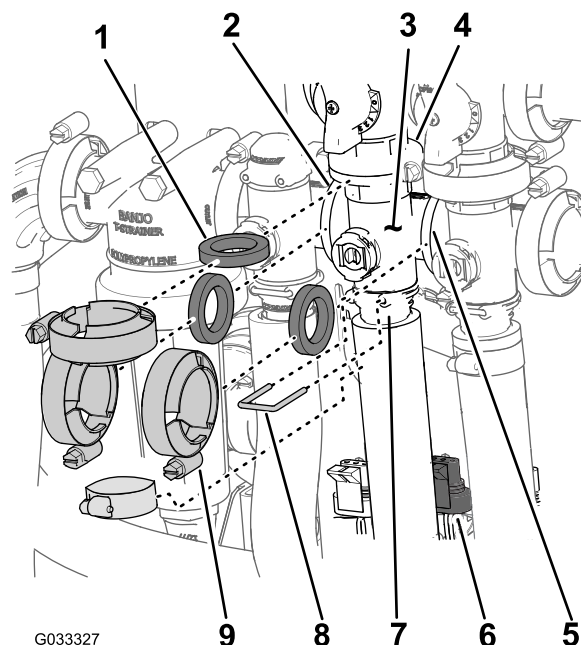

Figura 69
1. Scoateți clemele și garniturile care fixează colectorul pentru supapa de agitare (Figura 69) la supapa de bypass de agitare, supapa de control al ratei, supapa de seciune principală și fittingul adaptor (supapă de agitare-aceleraie).
2. Îndepărtați opritorul care fixează fittingul de ieire la colectorul pentru supapa de agitare (Figura 69).